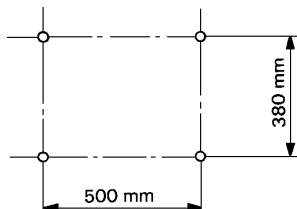

Fig. 13
1) Le condenseur est muni de quatre trous de fixation; fixez-le à l'aide des quatre boulons. Voir Fig. 13.